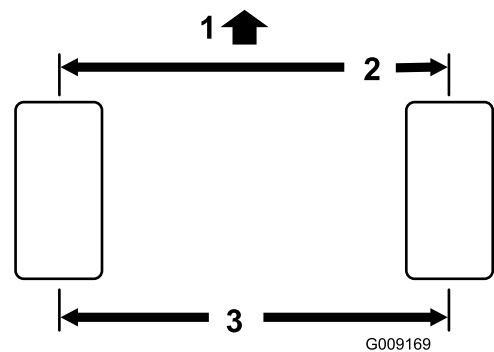

図 59
1. 後輪の前と後ろで、左右のタイヤの中央線間距離を測るアクスルの高さ位置で計測 図 59。